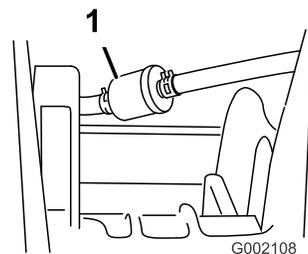

Bild 32
3. Entfernen Sie die Schellen, mit denen der Kraftstofffilter an den -leitungen befestigt ist (Bild 32).